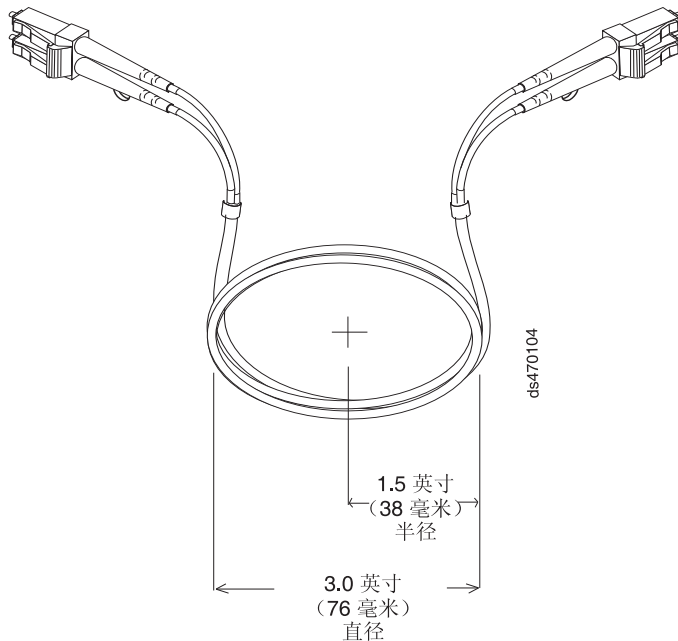

图 25. 光缆弯曲和环路规格
- 在存放过长或未使用的光缆时，请勿将光缆弯曲到直径小于 76 毫米（3 英寸）或半径小于 38 毫米（1.5 英寸），也不要让光缆卷在一起。请参阅第 46 页的图 25。